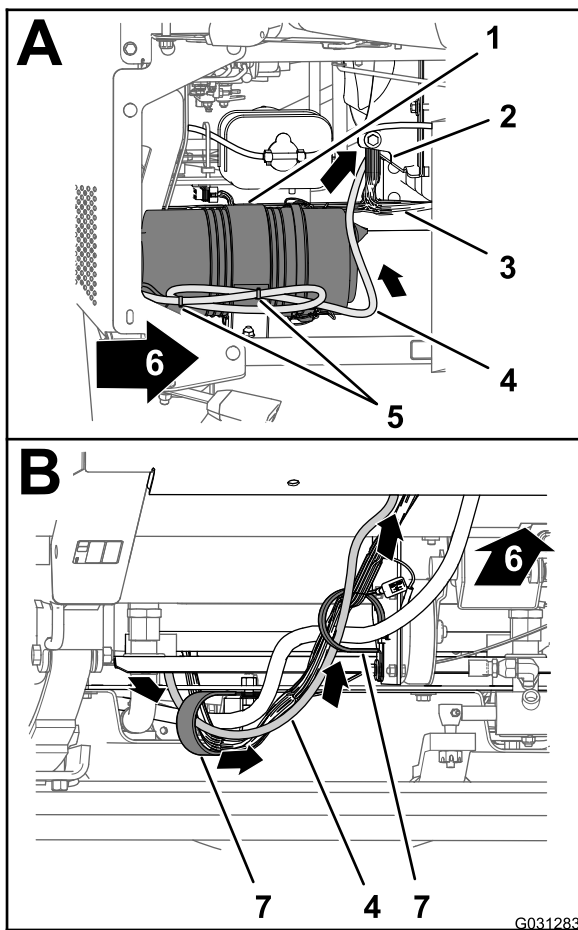

Рисунок 166
1. На правой стороне моторного отсека проложите ответвление длиной 220 см жгута проводов передачи данных вдоль передней части воздушного фильтра двигателя и вниз в направлении нижнего правого угла радиатора (Рисунок 166).
2. Проложите ответвление длиной 220 см жгута проводов передачи данных вперед и через 2 R-образных хомута в нижней части машины (Рисунок 166).